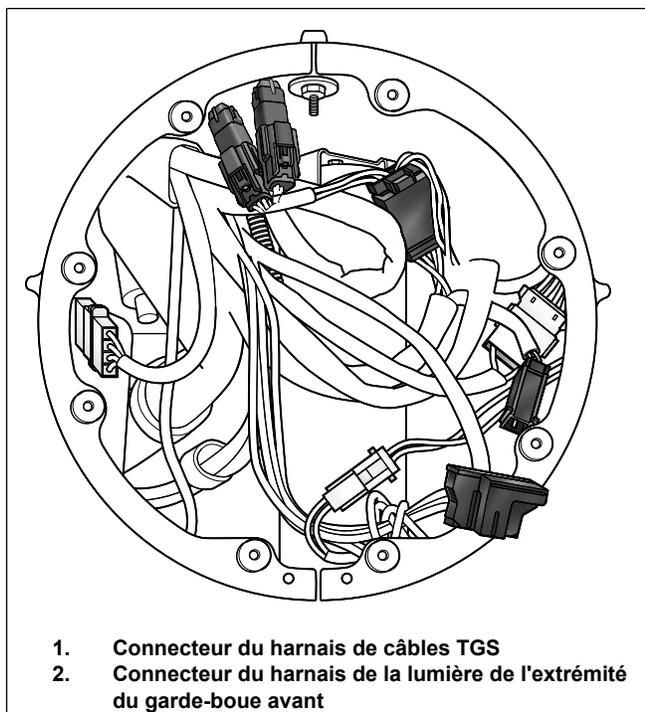

Figure 8. Câblage des phares de la Road King
- a. Voir la Figure 8. Localiser le câblage de la lumière d'extrémité de garde-boue.
5. Voir la Figure 8. Connecter la moitié du connecteur TGS de la poignée droite à la moitié du connecteur du faisceau (1).
- a. Voir la Figure 8. Localiser le câblage de la lumière d'extrémité de garde-boue (2).